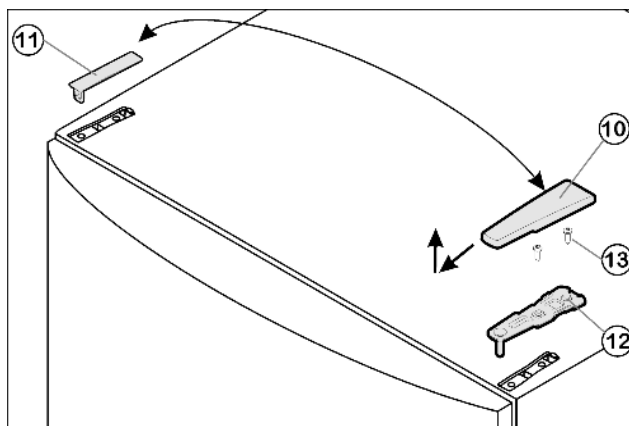

Fig. 8
- ▶ Крышку Fig. 8 (10) снимите движением вперед и вверх.
- ▶ Снимите крышку Fig. 8 (11).
- ▶ Открутите верхний опорный кронштейн Fig. 8 (12)(2 шт. Torx 25) Fig. 8 (13) и вытяните вверх.